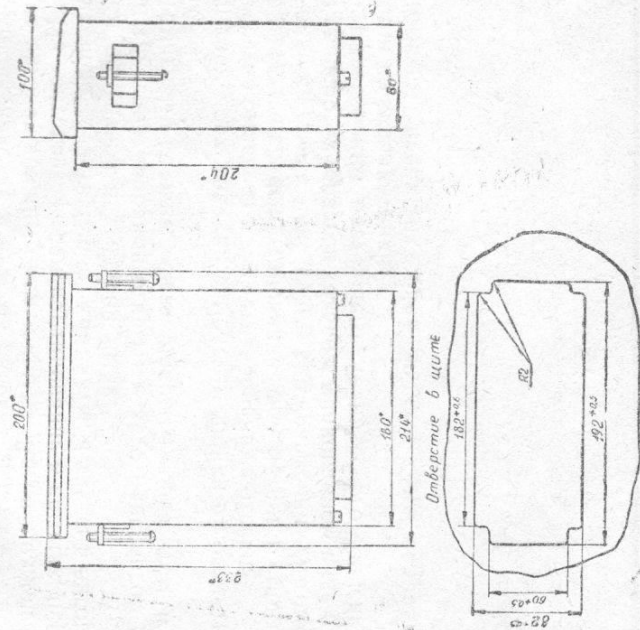

Рис. 2. Габаритный рисунок логометра.
7.1. Для логометра в щите должно быть сделано отверстие в соответствии с габаритными размерами (рис. 2).